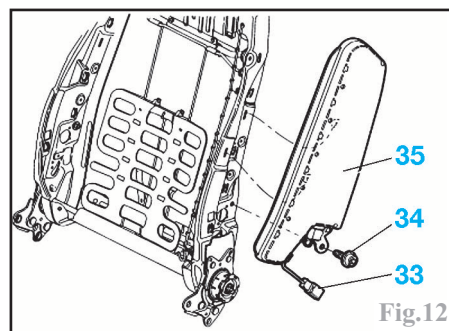

Fig.12
- Décliper le connecteur (33) de l'airbag de l'armature (Fig.12).
- la vis de fixation (34) de l'airbag (35).
- l'airbag (35).